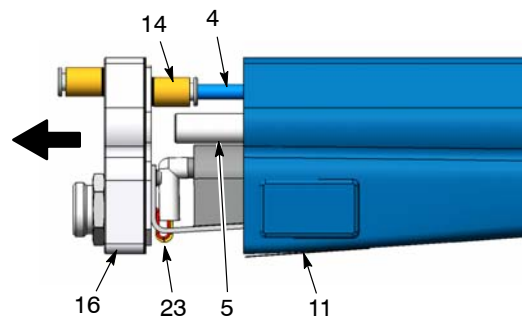

Bild 24 Demontering av kylfläns från pistolhuset
6. Se bild 24. Drag ut kylflänsen (16) från pistolhuset (11) och koppla loss luftslangen (4) från kopplingen (14).
5. Se bild 24. Anslut luftslangen (4) till anslutningen (14), tryck därefter på kylflänsen (16) mot pistolhuset medan man sätter i pulverröret (5) genom kylflänsen. Kontrollera att kablaget (23) inte kläms mellan pistolhuset (11) och kylflänsen.